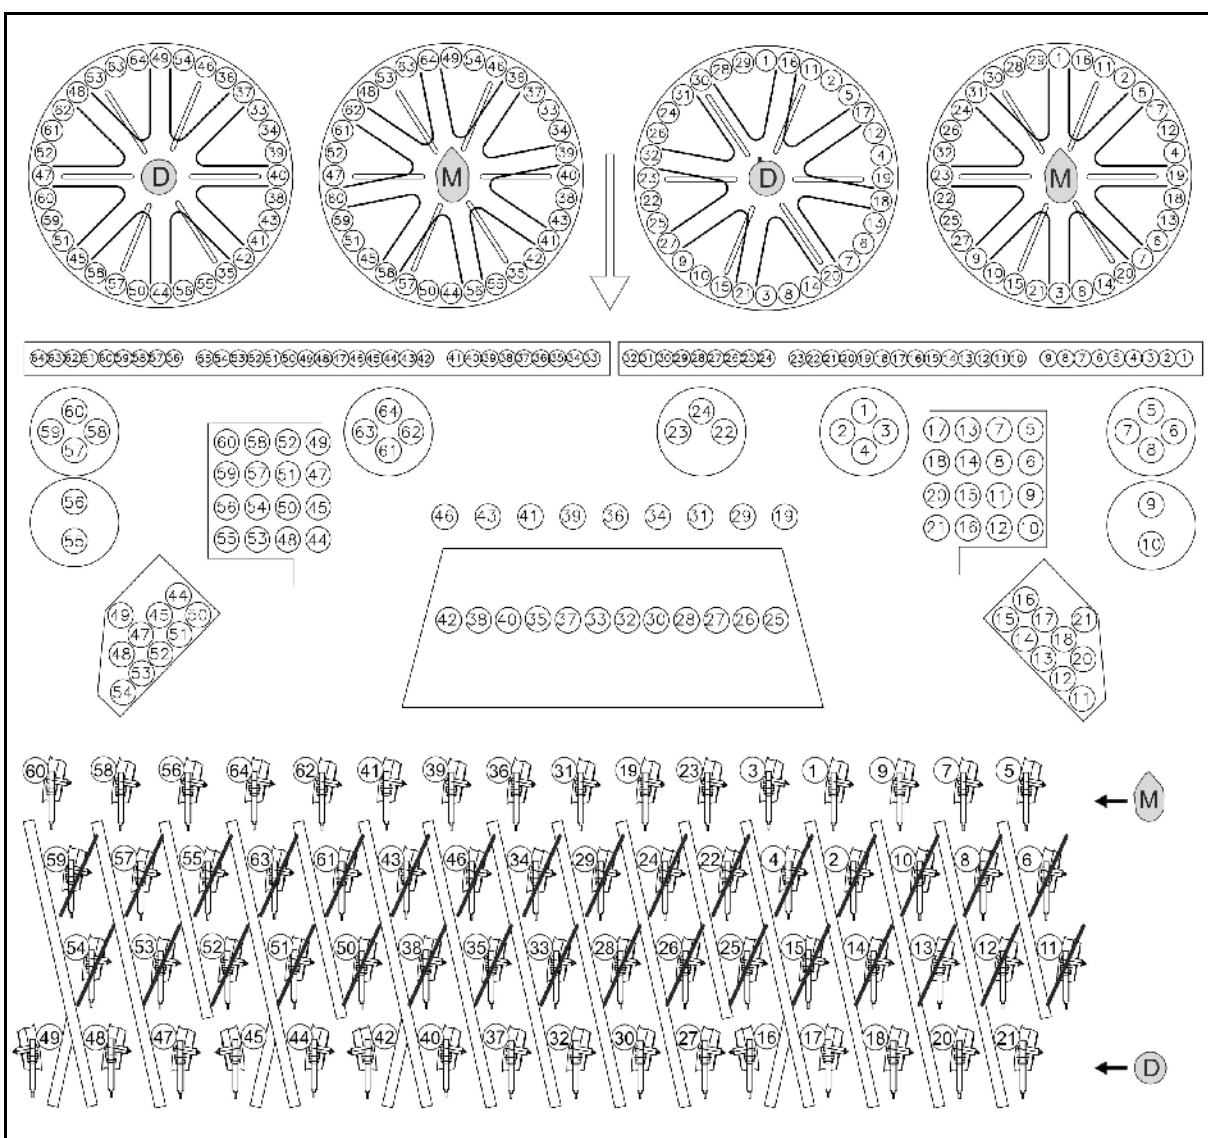

Рис. 34
- Кукуруза **M**: установите заглушки согласно Рис. 34
- Удобрения **D**: установите заслонки согласно Рис. 34